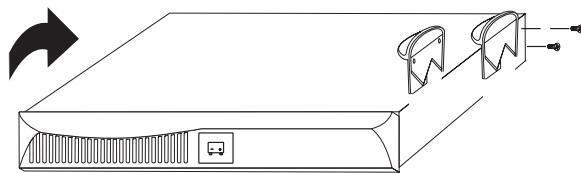

Рисунок 7. Установка подставок на ВБМ
6. Переверните ВБМ вверх ногами таким образом, чтобы оставался доступ к его правой части (см. рис. 7).